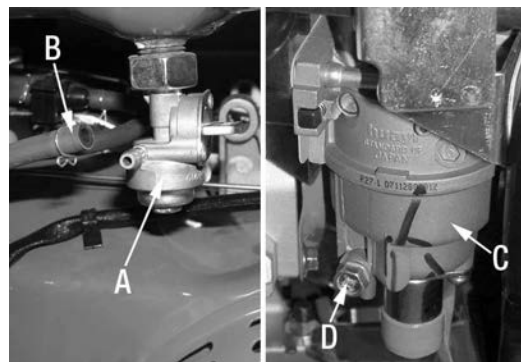

Figure 17
- 3) Tournez la soupape à essence (A) Fig.17 en position "OFF".
- 4) Débranchez le boyau à essence (B) de la soupape à essence.
- 5) Tournez la soupape à essence en position "ON" et écoutez l'essence du réservoir. Pivotez la soupape à essence vers l'extérieur pour rendre la tâche plus simple tel qu'illustré à la Fig.17.
- 6) Dévissez le boulon hexagonal d'écoulement (D) du carburateur (C) et écoutez le restant de l'essence à l'intérieur du carburateur et du boyau.